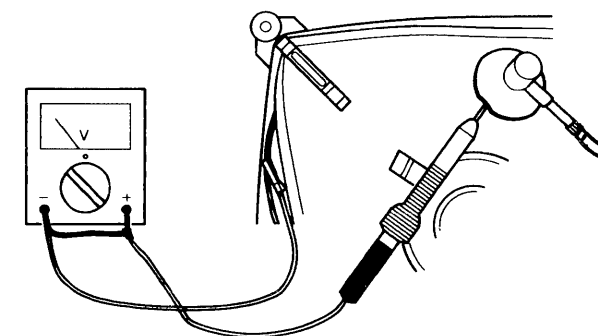

Fig.1
3. Para evitar a danificação de transistores e CI's, devem ser evitados centelhamentos na alta tensão. Para evitar danos no cinescópio utilizar o método indicado na Fig. 1 para descarregá-lo. Utilizar uma ponta de prova para M.A.T. e um multímetro universal (posição DC-V).